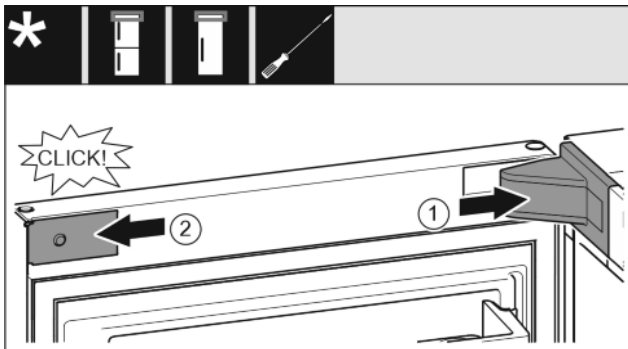

Fig. 28
- ▶ Lagerbockabdeckung aufsetzen und einrasten, ggf. vorsichtig auseinanderdrücken. *Fig. 28 (1)*
- ▶ Blende seitlich ansetzen und einrasten. *Fig. 28 (2)*